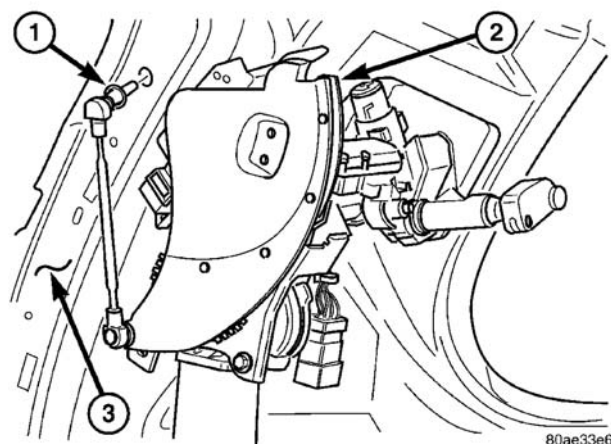

图 7 举升门电机
- (1) 若配备，拆卸举升门电机连杆的装接螺栓(图 7)。